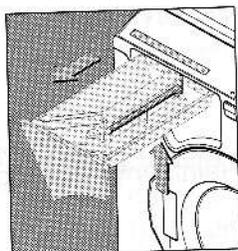

Bild 1
- die Anschlagfeder eindrücken und die Lade ganz herausziehen (Bild 1)